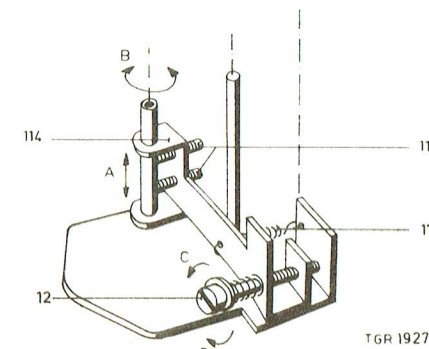

Fig. 8
- Régler en desserrant les vis de réglage 112 et en déplaçant l'axe de la plaque 124 dans le sens vertical, voir fig. 8.
- Régler en tournant la vis 12 : dans le sens "C" si l'aiguille se pose hors du disque, dans le sens "D" dans le cas contraire, voir fig. 8. (Vis accessible à la base de la tourelle).